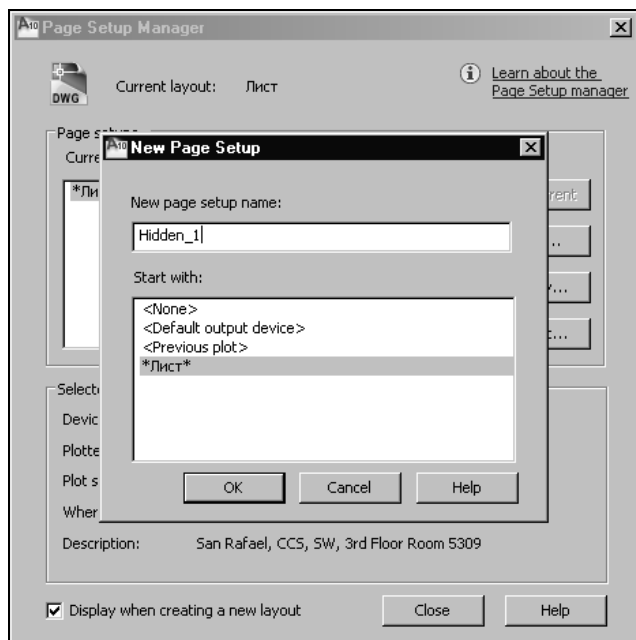

Рис. 12.8. Диалоговые окна при создании нового набора параметров листа
3. Щелкните кнопку **New** (Создать), чтобы присвоить имя в диалоговом окне **New Page Setup** (Создание набора параметров листов) новым параметрам создаваемого листа для печати (рис. 12.8). Присвойте имя новому набору параметров листа в поле **New page setup name** (Имя набора параметров листа), а затем щелкните кнопку **OK**. Появится диалоговое окно **Page Setup-LayoutN** (Параметры листа-ЛистN).